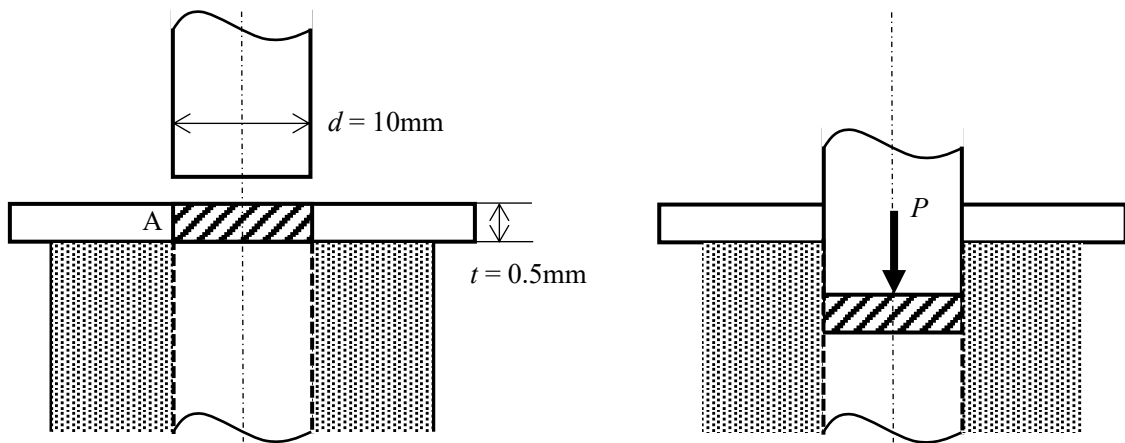

Fig.2 パンチ
- [2] 図2に示すように、先端が平坦な丸棒（パンチ）に荷重 P を加えることで、厚さ $t=0.5\text{mm}$ の鋼板に直径 $d=10\text{mm}$ の円形の穴をあけたい。このとき、パンチ及び押さえの台は変形しないものとして、以下の問いに答えよ。なお図2の鋼板の厚さは誇張して描いてある。